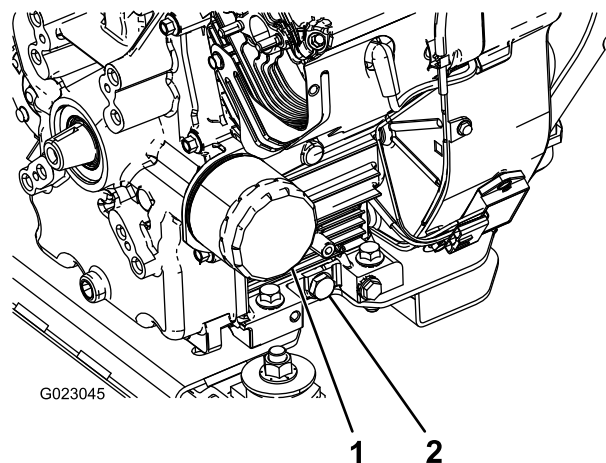

Рисунок 44
5. Снимите маслосливную пробку (Рисунок 44).
2. Снимите масляный фильтр (Рисунок 44).
резиновой прокладки с переходником фильтра, после этого затяните фильтр, повернув его еще на пол-оборота (Рисунок 44).